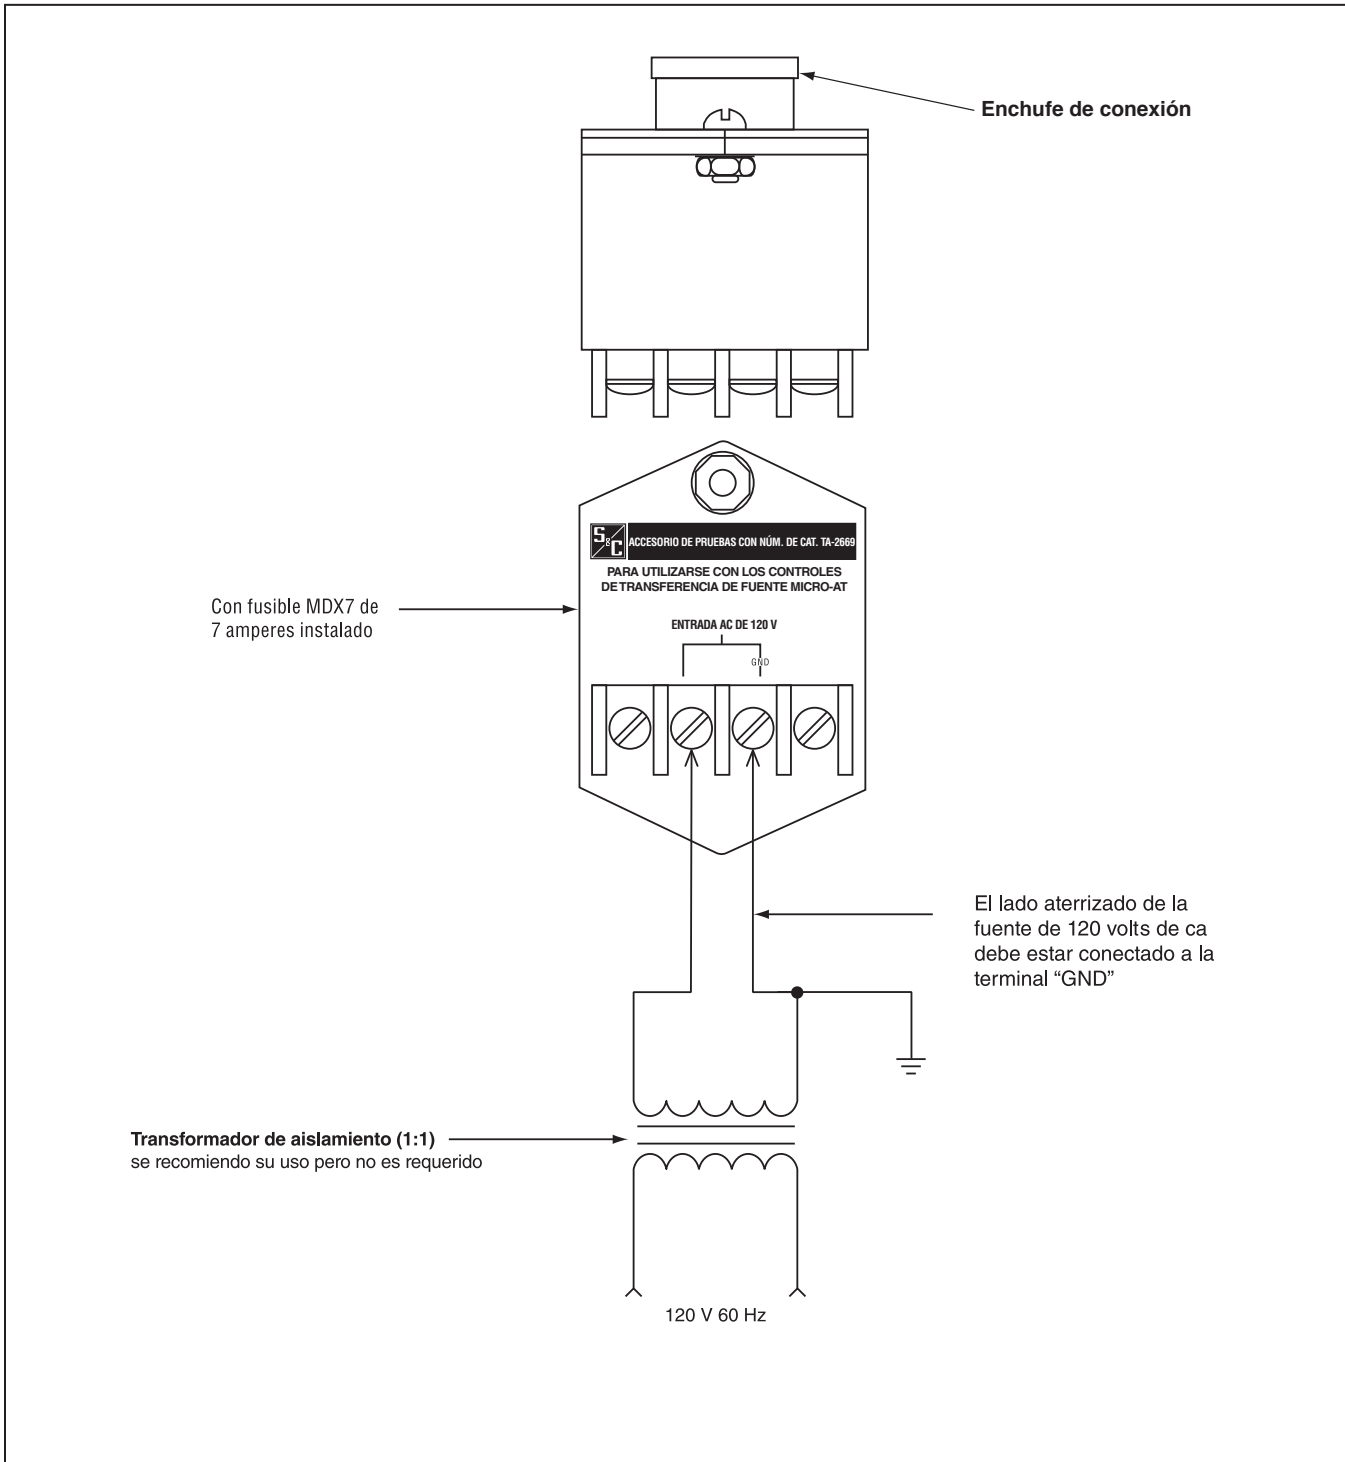

Figura 1. Diagrama de conexión del accesorio de pruebas.
El Accesorio de Pruebas de S&C consiste de un módulo con enchufe integral de conexión para conectarlo al receptáculo de entrada del control para transferencia de fuente, un tablero terminal para conectarlo a la fuente de corriente alterna de 120 volts, y un fusible interno para proteger los circuitos de entrada del control para transferencia de fuente. Ver Figura 1 en la página 6.
- PASO 6.** Establezca las conexiones al circuito de prueba de corriente alterna de 120 volts que se muestran en la Figura 1 de la página 6. El lado aterrizado de la fuente de tensión debe ir conectado al accesorio de prueba para analizar la terminal del accesorio que viene marcada como “GND”. De lo contrario, los fusibles secundarios para los componentes tales como los moto operadores quedarán en el lado aterrizado en vez de quedar en el lado no aterrizado de la fuente de corriente alterna de 120 volts.
- PASO 6.** Establezca las conexiones del circuito de pruebas de corriente alterna de 120 volts que se muestran en la Figura 1 de la página 6. El lado aterrizado de la fuente de tensión debe ir conectada a la terminal del accesorio de prueba que esté marcada como “GND”. De lo contrario, el control de transferencia de fuente no funcionará.
PASO 5. Establezca las conexiones de los circuitos eléctricos de corriente alterna de 120 volts en la Figura 1 de la página 6. Si se está utilizando un transformador de aislamiento, éste debe contar con una capacidad de por lo menos 1kVA para que pueda proporcionar un nivel de alimentación eléctrica adecuada. El lado aterrizado de la fuente de tensión debe ir conectada a la terminal del accesorio de pruebas marcada “GND”. De lo contrario, el control de transferencia de fuente no funcionará. Después, deberá energizar la fuente de corriente alterna de 120 volts.